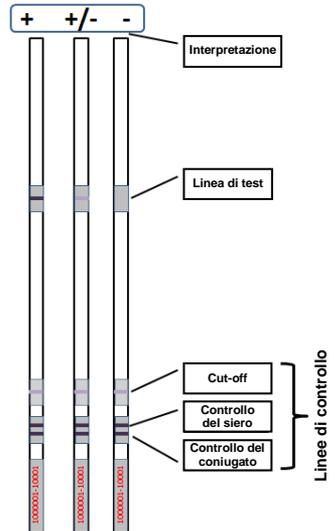

Figura 1: Schema delle strisce LIA dopo reazione con una linea di test.
- Come etichettato in Figura 1, le linee di controllo di siero e coniugato devono essere chiaramente positive per indicare un esperimento di successo. Il cut-off è una linea debole con variazione in intensità in base alle condizioni sperimentali. Lo schema nella Figura 1 mostra un esempio della linea di test e 3 linee di controllo. Lo sviluppo della linea di test dipende dal campione. Le reazioni positive possono verificarsi in intensità variabili da debole a forte. **Le reazioni deboli devono essere confrontate con l'intensità della linea di cut-off fornita nella striscia.** Le reazioni che sono notevolmente più scure o più dense rispetto alla densità della linea di cut-off devono essere considerate positive.